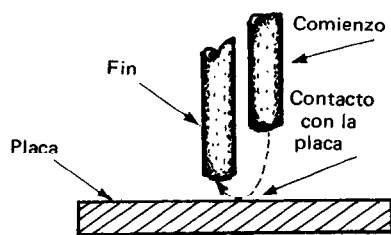

Figura 2.50
- c) Toque la pieza con el electrodo y retírelo para formar el arco (Figura 2.50).